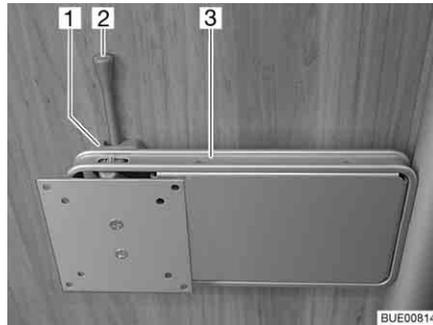

Fig. 72 Supporto su colonna
- Spingere di lato la leva di sbloccaggio (Fig. 72,2) e ruotare il supporto (Fig. 72,3) con lo schermo piatto nella posizione desiderata.
- Riportare indietro lo schermo piatto finché il supporto (Fig. 72,3) non si innesta nel bloccaggio (Fig. 72,1).